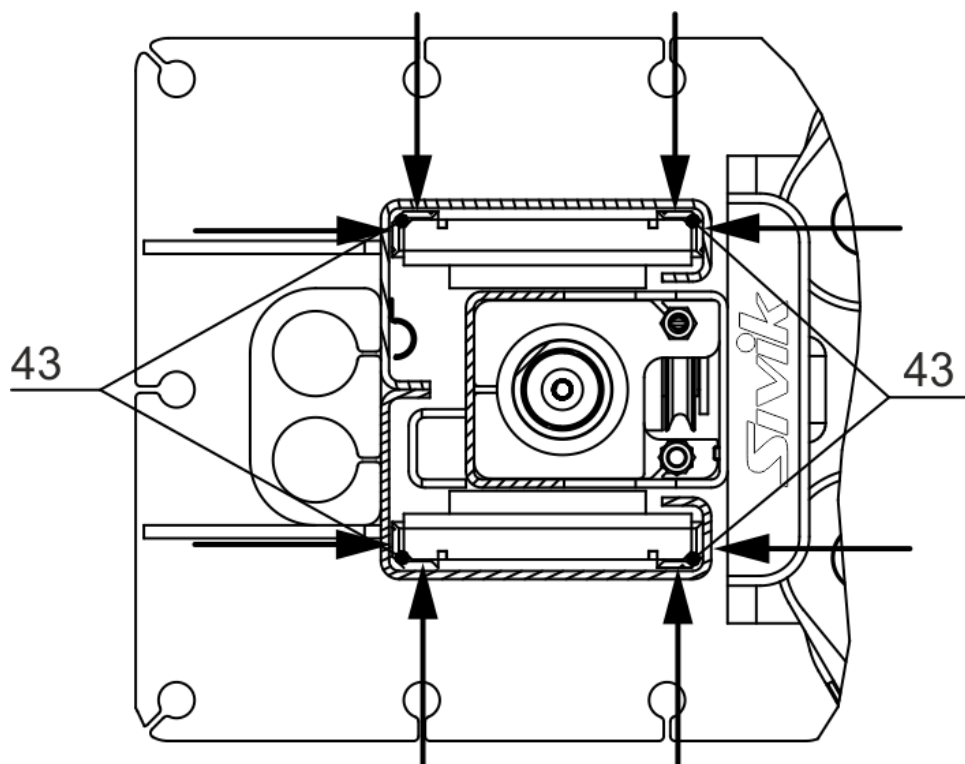

Рисунок 6.8 – Места смазки беговых дорожек (угловая зона 30x30 мм внутри стоек по всей длине)
6.12.2 Установить на перекладину 3 ограничительную дугу 47 (рисунок 6.8) с закрепленными на ней пластинчатыми пружинами 60 и 61. На перекладину 3 подъемника установить смонтированный на кабеле микровыключатель 57, с помощью винтов 23, шайб 29 и гаек 27. Одновременно установить защитный козырек 16 и защитную прокладку 15. Микровыключатель 57 необходимо установить так, чтобы он срабатывал при перемещении ограничительной дуги 47 вверх на 20...40 мм. Затем кабель микровыключателя 57, с помощью пластиковых хомутов, закрепить к рукаву так чтобы кабель не касался системы тросов 62.
6.14 Перед началом эксплуатации необходимо тщательно покрыть смазкой Литол-24 беговые дорожки внутри стоек на всем ходе кареток (рисунок 6.8), а также трос системы синхронизации кареток.